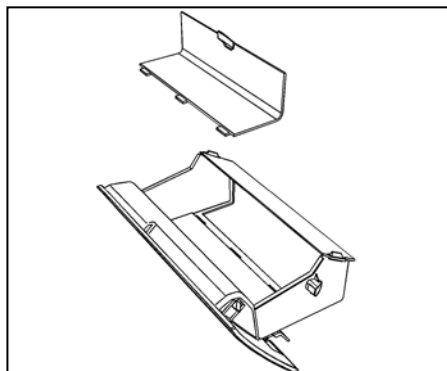

Fig. 4
9. Ouvrez le compartiment inférieur du tableau de bord et retirez le tapis en caoutchouc (voir Fig. 4).